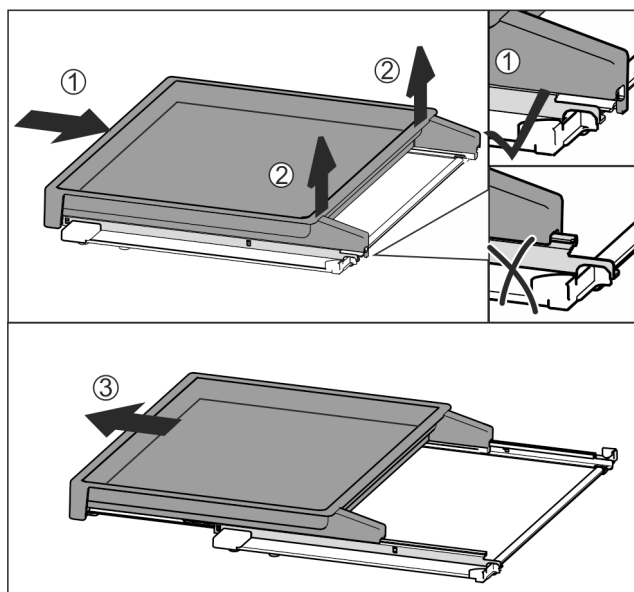

Fig. 114
- Spingere completamente il ripiano estraibile Fig. 114 (1).
- Staccare il blocco sul lato posteriore Fig. 114 (2).
- Estrarre in avanti il ripiano estraibile Fig. 114 (3).